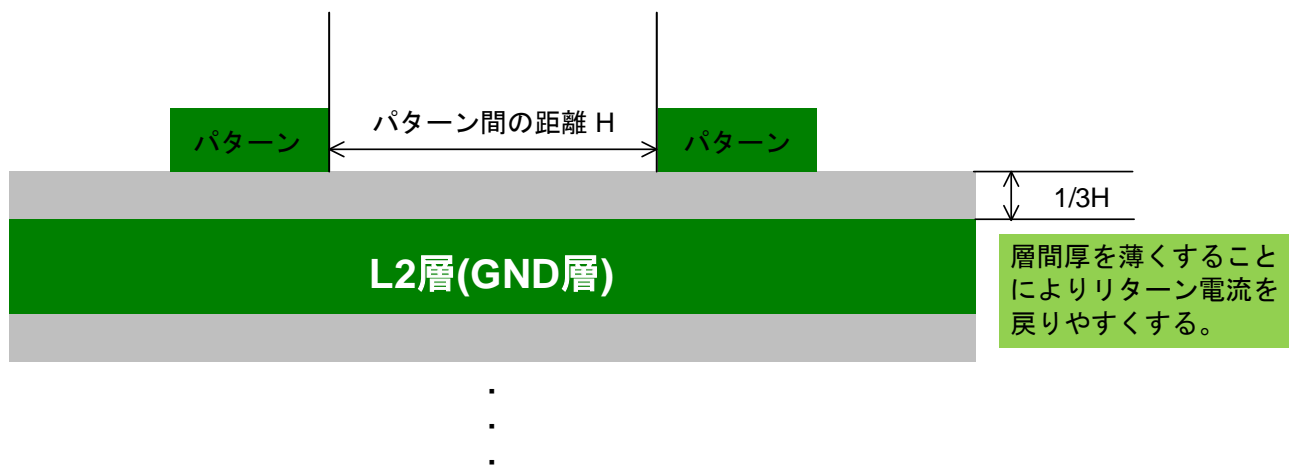

図3 リターン電流(層間厚)
7. L3 層-L4 層間を除く層間厚は、リターン電流を戻しやすくするために、並走するパターン間(H)の $1/3(1/3H)$ で設計します。(図 3 参照)なおインピーダンスコントロール対象の信号がある場合、層間厚はインピーダンスに影響がありますので、基板厚を検討する際はインピーダンスコントロールを考慮して設計します。Ethernet 通信ボードでは、インピーダンスコントロールと今回設計を依頼した基板メーカーの対応可能な層間厚により、L3 層-L4 層間を除く層間厚を 0.1mm としています。